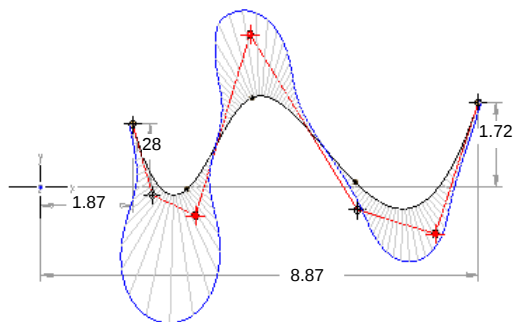

图 4.7.14 显示曲率分析图
- 在操控板中按下 **曲率分析** 按钮，可显示样条曲线的曲率分析图（如图 4.7.14 所示），同时操控板上会出现图 4.7.15 所示的调整曲率界面，通过滚动 **比例** 滚轮可调整曲率线的长度，通过滚动 **密度** 滚轮可调整曲率线的数量。